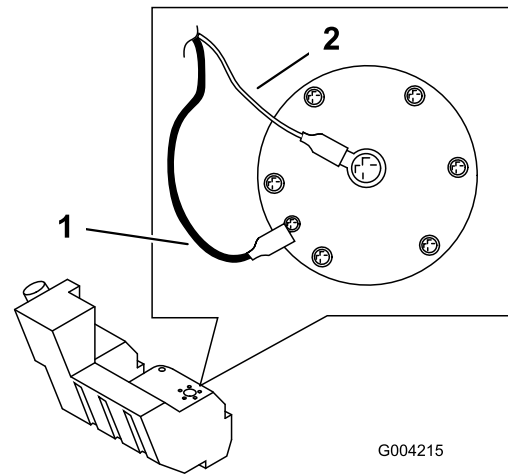

Figure 56
12. Débranchez les deux fils reliés au côté droit du réservoir (Figure 56).
19. Sur le côté droit du réservoir, raccordez le fil orange à la borne centrale et le fil noir à la borne extérieure (Figure 56).